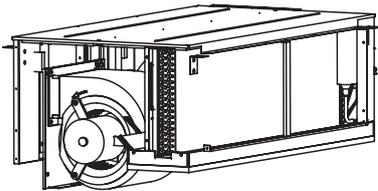

Рисунок 10.7
- 1) Поднимите двигатель вентилятора и введите его упоры в пазы направляющих. Эту операцию необходимо выполнять вдвоем (см. Рисунок 10.7).